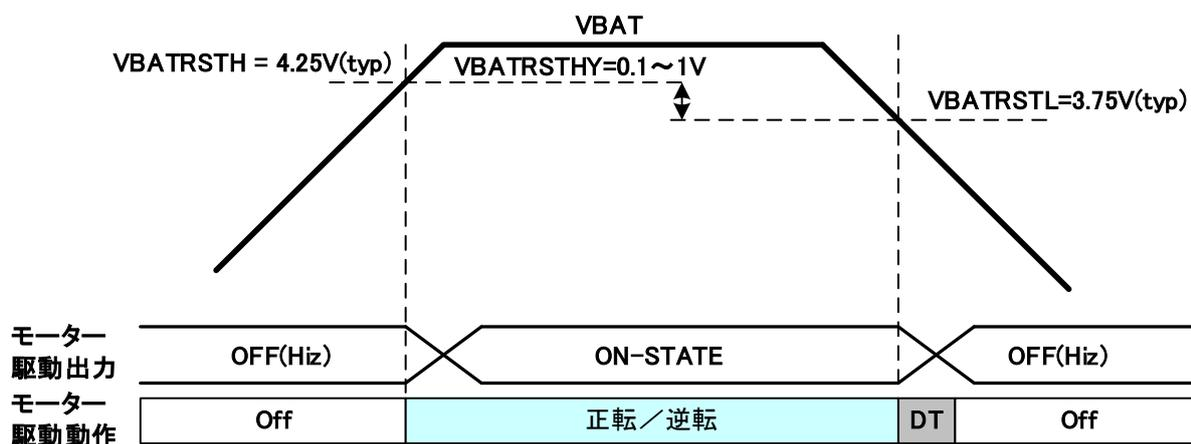
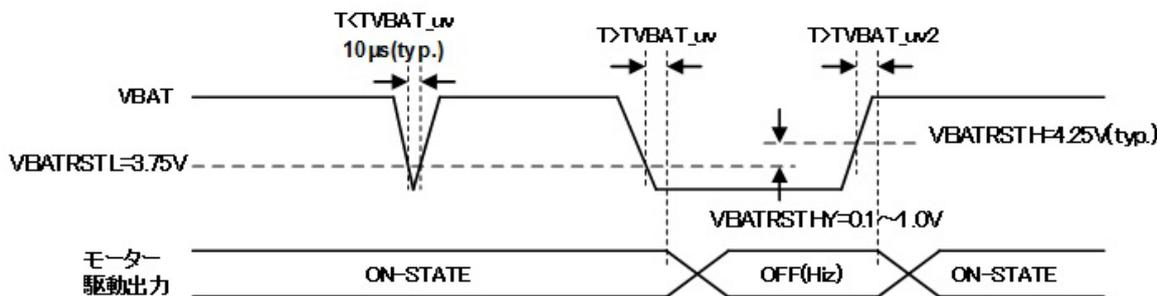

図 7.32 VBAT 低電圧検出閾値特性
図 7.33 VBAT 低電圧検出タイミングチャート 1
7.13.1. VBAT 低電圧検出回路(図 7.32、図 7.33 参照)